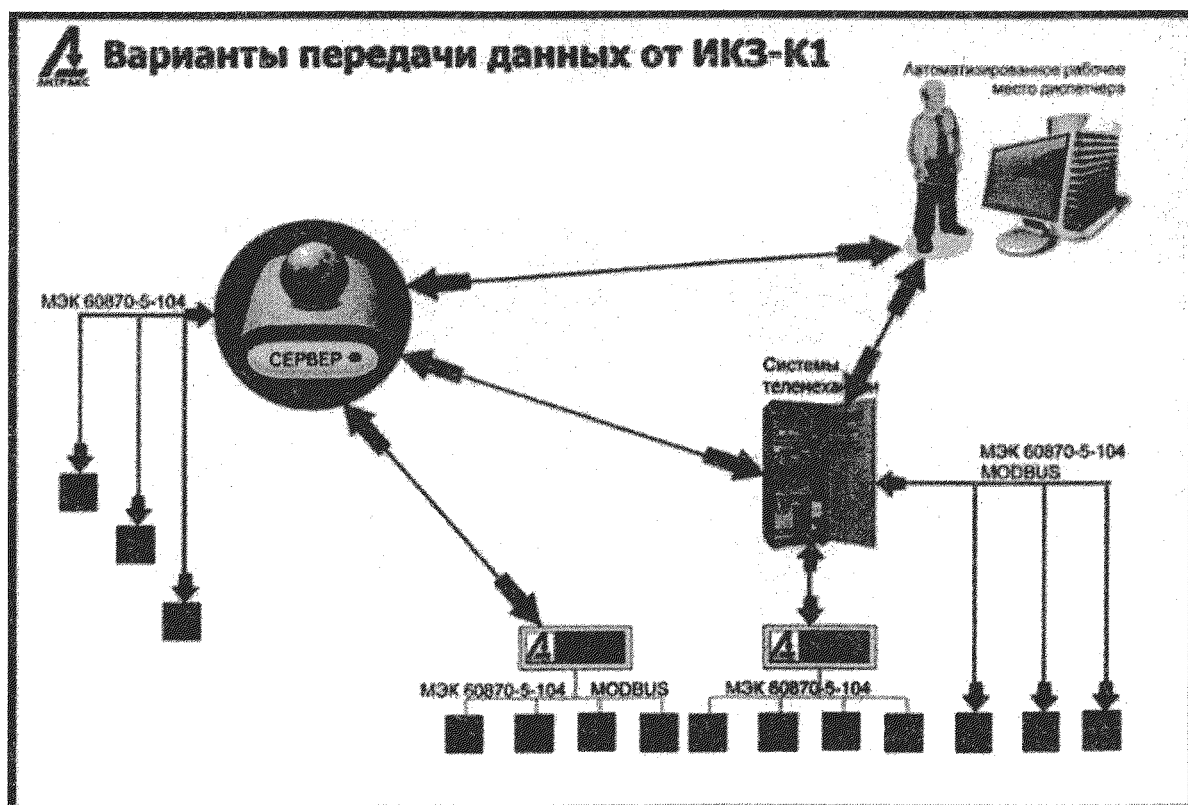

Рисунок 2 - Варианты передачи данных от ИКЗ-К1
3. На кабель в ячейку КРУ (ИКЗ-К1) три датчика тока индикатора короткого замыкания крепятся непосредственно на провод, а сам индикатор устанавливается на щите релейного отсека ячейки КРУ (Рисунок 2).